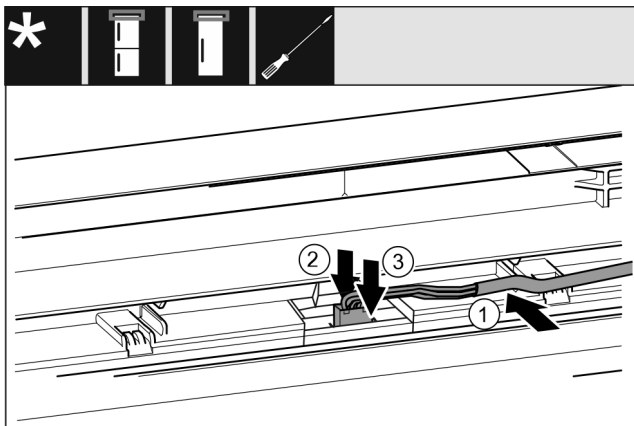

Fig. 46 Kühl-/Gefrierkombinationen / Gefriergeräte / Kühlgeräte*
- ▶ Kabel Fig. 46 (1) in die Führung in der oberen Tür einlegen.*
- ▶ Rastnase Fig. 46 (2) nach hinten drücken.*
- ▶ Stecker Fig. 46 (3) einrasten.*